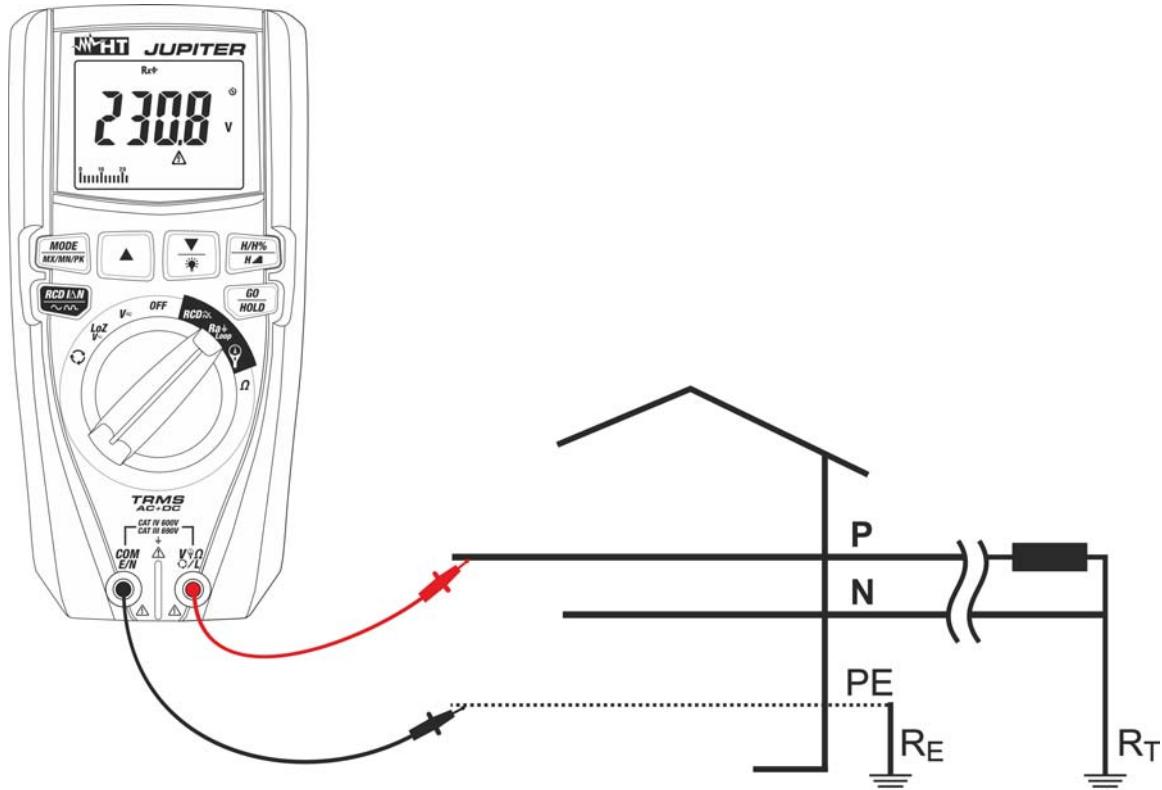

Abb. 24: Verwendung des Geräts zur Messung der Schleifenimpedanz Loop L-PE mit Messleitungen
6. Zur Messung der Schleifenimpedanz L-PE, falls Messleitungen benutzt werden, verbinden Sie den roten Leiter mit der Eingangsbuchse $V_{\Omega}L$ und den schwarzen Leiter mit der Eingangsbuchse **COM/E/N**, und verbinden Sie das Gerät mit dem zu messenden Kreis (siehe Abb. 24). Der Spannungswert Phase-Erde erscheint auf dem Display.